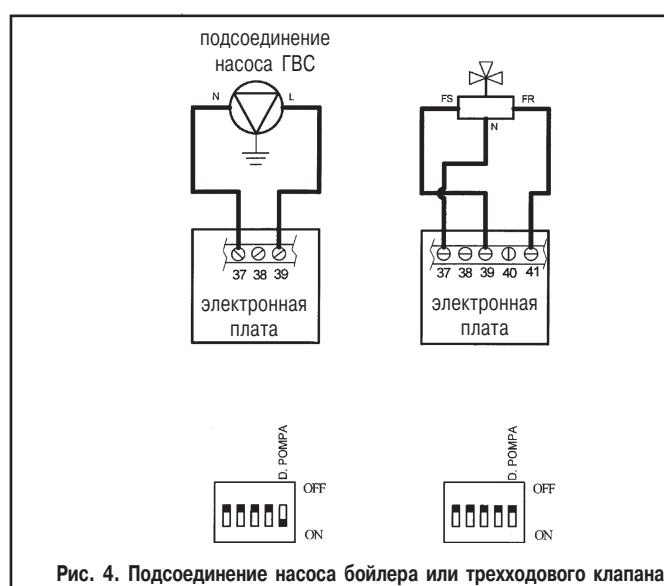

Рис. 4. Подсоединение насоса бойлера или трехходового клапана
- Выполнить электрическое подсоединение в соответствии с рис.4. Выполнить заземление.